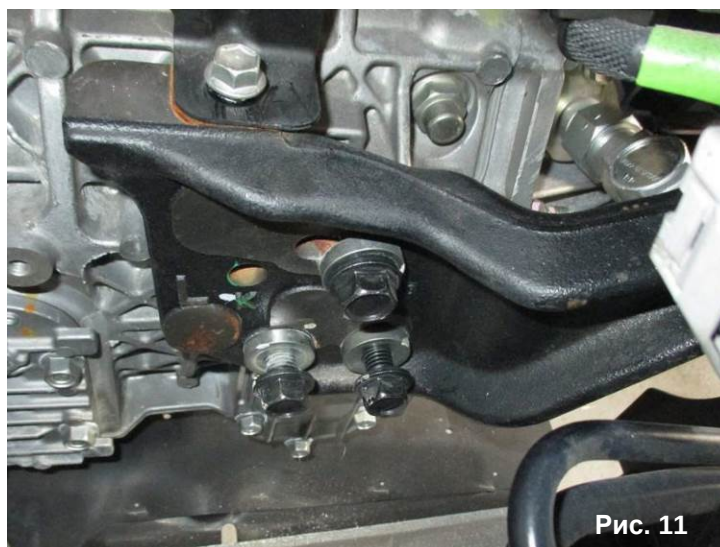

Рис. 11
*4.3. Только для коробок передач МYY6S (см. таблицу на стр. 3) - Ослабить болты крепления левой (по ходу движения автомобиля – рис. 11) опоры коробки передач. Монтажной лопаткой по возможности отвести опору, чтобы обеспечить свободный доступ к приводу датчика движения на коробке передач.